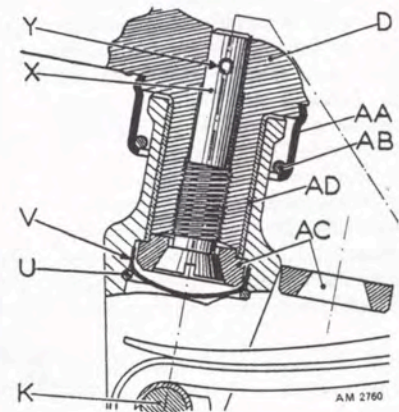

Abb. 32 Schnitt durch den unteren Drehzapfen eines Achsschenkels.
Die Achsschenkel können ohne weiteres von den beiden Querfedern abgebaut werden. Die beiden Drucklager sind durch Blechhülsen vor dem Verschmutzen geschützt. Das untere Drucklager ist gegen vertikale Bewegungen (Druckfedern) durch eine Schraube (X in Abb. 32) gesichert, die durch den Stift Y am Lösen gehindert wird. Zum Zerlegen der Achsschenkel ist zuerst die Abdeckhülle (V) mit ihrem Sicherungsdraht (U) und alsdann der Stift Y zu entfernen. Der Sicherungsring (AB) ist mittels eines kleinen Schraubenziehers und einer Reißnadel einseitig aus der Blechhülle (AA) auszufahren.